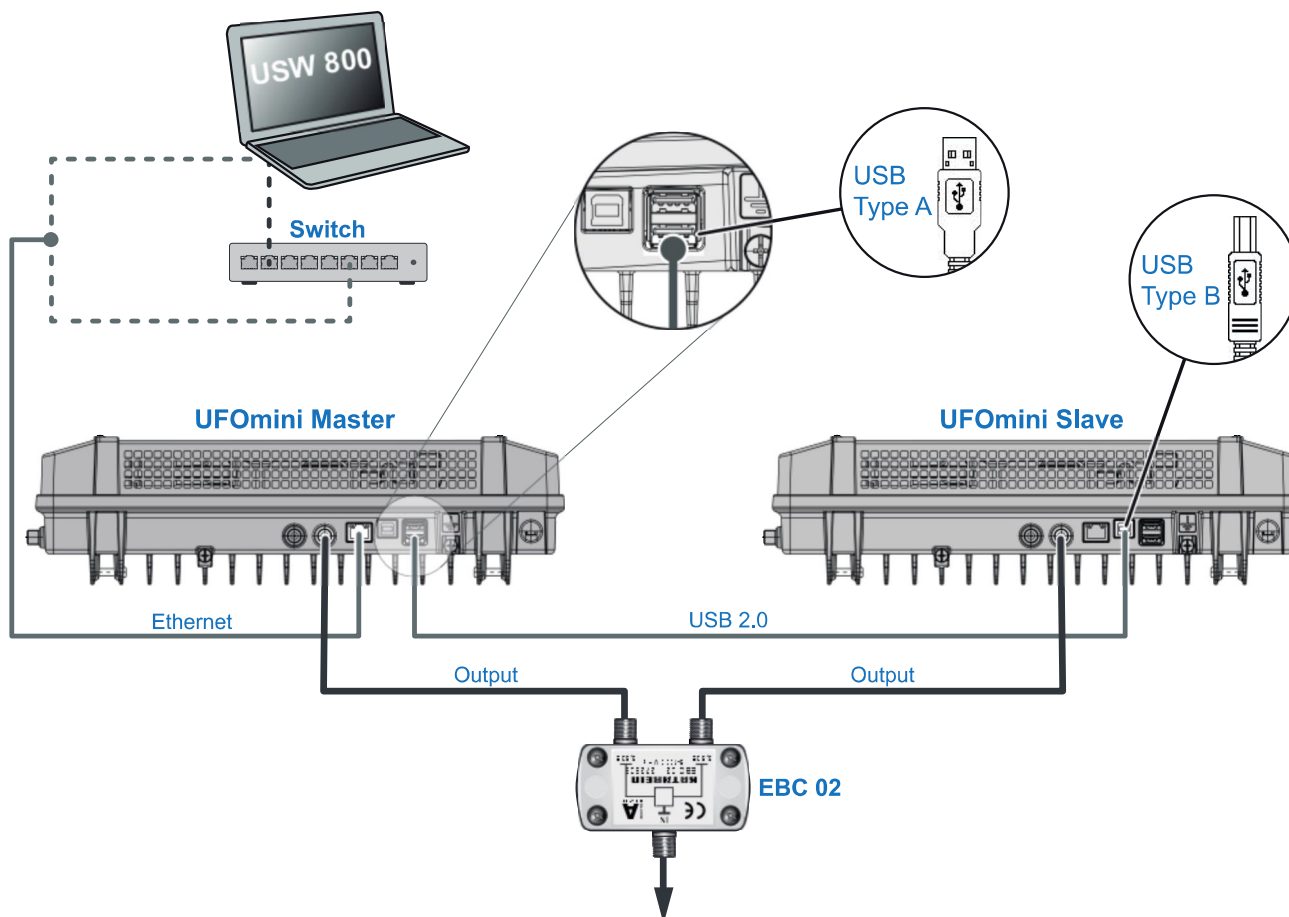

Fig. 4: Cablaggio
2. Collegare il computer con un cavo Ethernet1) alla presa RJ45, all'occorrenza mediante un switch o router; vedere Fig. 4, pag. 5. La testata lavora ora come *master*.
3. Se è presente una seconda testata: Collegare la seconda testata alla prima mediante un cavo USB 2.0 (Fig. 4). Tenere conto di quanto segue: